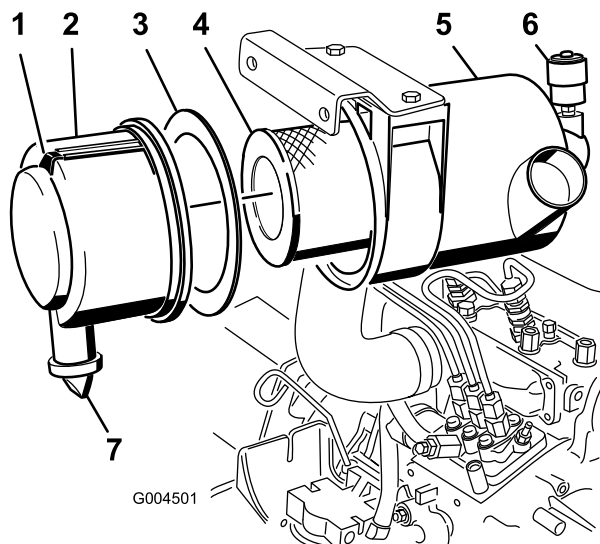

Figura 43
- Revise el filtro del limpiador de aire cuando el indicador del limpiador de aire se vea rojo (Figura 43) o cada 400 horas (más frecuentemente en condiciones extremas de polvo o suciedad). No limpie con demasiada frecuencia el filtro de aire.
1. Tire hacia fuera del enganche y gire la tapa del limpiador de aire en el sentido contrario a las agujas del reloj (Figura 43).
2. Retire la cubierta de la carcasa del limpiador de aire (Figura 43).
4. Retire y cambie el filtro primario (Figura 43).
6. Asegúrese de que la junta de gomaespuma está colocada en la tapa y que no está desgarrada ni dañada (Figura 43). Si está dañada, cámbiela.
A. Retire la válvula de salida de goma de la cubierta (Figura 43).
10. Reinicie el indicador (Figura 43) si se ve rojo.